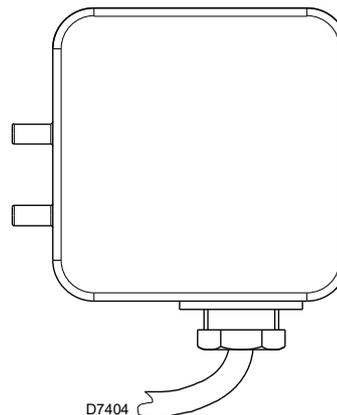

Fig. 23
- Régler le pressostat d'air (Fig. 23) en début d'échelle.
Effectuer le réglage du pressostat air après avoir effectué tous les autres réglages du brûleur avec le pressostat air (Fig. 23) réglé en début d'échelle.